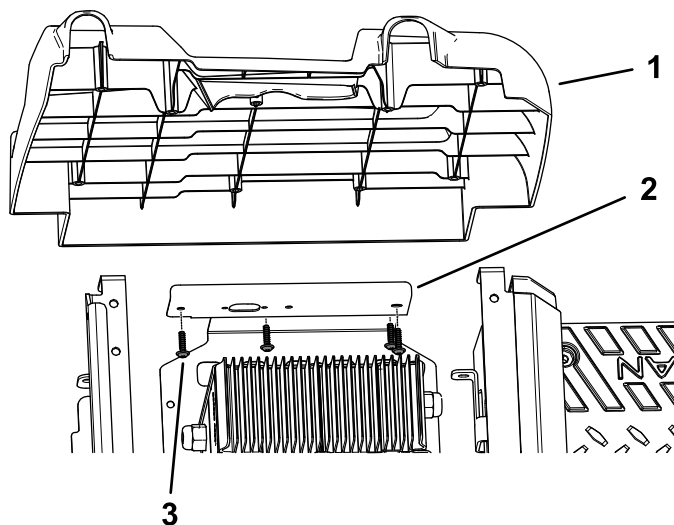

**Рисунок 5**
1. Снимите зарядное устройство и его кабель с кронштейна зарядного устройства (Рисунок 5).